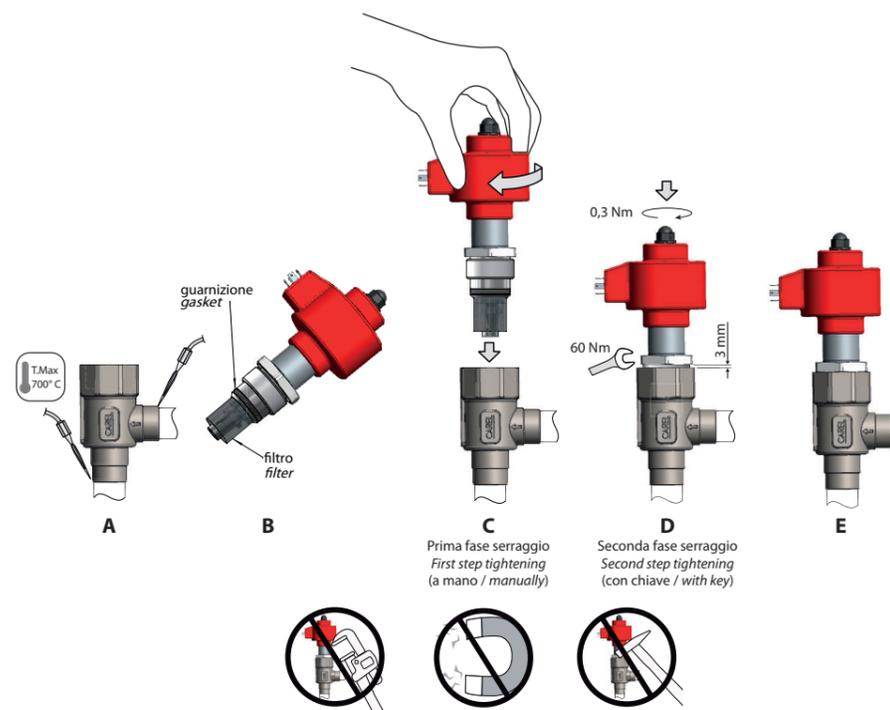

Fig. 2
Seguire la successione indicata in Fig.2 procedendo in questo modo:
4. Verificare che l'o-ring della cartuccia sia presente e posizionato in sede (Fig. 2-B).
5. Verificare che il filtro in rete metallica in dotazione sia inserito sulla cartuccia (Fig. 2-B). In caso contrario, posizionarlo come in figura e portarlo in battuta.
6. Prima fase serraggio (a mano). Avvitare la cartuccia nell'apposito alloggiamento filettato del corpo valvola; eseguire l'operazione manualmente fino a 3 mm dalla completa battuta (Fig. 2.c.). **Attenzione!** Fino a questa altezza, il montaggio manuale deve risultare agevole; in caso contrario, l'otturatore potrebbe non essere inserito correttamente nell'orifizio.
7. Seconda fase serraggio (con chiave). Serrare la cartuccia sul corpo della valvola con una coppia di serraggio suggerita di 60 Nm utilizzando una chiave a forchetta 32 (Fig. 2.d). **Attenzione!** Nel caso in cui l'otturatore non sia inserito correttamente nell'orifizio, il serraggio finale potrebbe danneggiare la cartuccia.
Follow the steps shown in Fig. 2, proceeding as follows:
4. Make sure that the cartridge O-ring is present and in position (Fig. 2-B).
5. Make sure that the metal mesh filter supplied is inserted on the cartridge (Fig. 2-B). Otherwise, position it as shown in the figure, making sure it is fully inserted.
6. First step tightening (by hand). Screw the cartridge in the threaded valve body; do this operation manually up to 3 mm from the assembly (Fig. 2.c.). **Attention!** To this height, the manual installation should be easy; otherwise, the shutter may not be properly inserted in the orifice.
7. Second step tightening (with key). Tighten the cartridge on the valve body with a torque of 60 Nm suggested using a wrench 32 (Fig. 2.d). **Att!** In the case of the shutter is not properly inserted in the orifice, the final tightening may damage the cartridge.